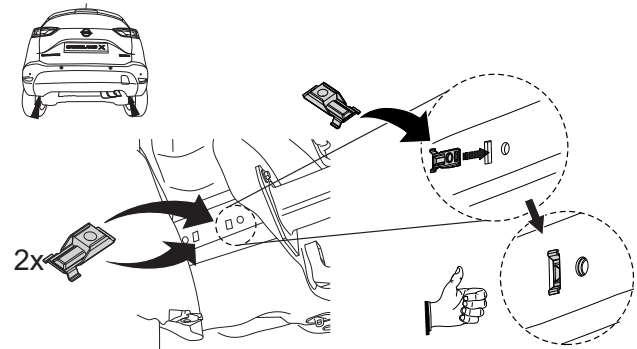

Fig. 2
6. Поставить гайки от кузовов в точках В и G. См. рисунок 2.